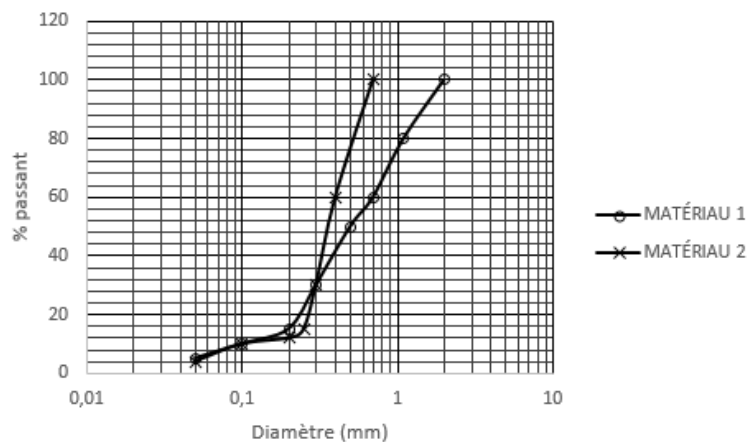

Figure 1 : Courbes granulométriques de 2 échantillons de sable
- 1.3 Deux échantillons de sable ont été prélevés à deux endroits du site et les résultats d'analyse granulométrique sont fournis sur la Figure 1. Classez les deux échantillons selon le système USCS et discutez de la fiabilité de la classification. (2 pts)